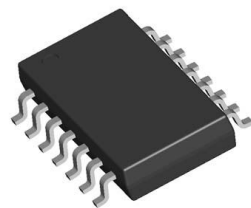

图1-42 SOJ-42封装
(1) SOP / SOIC封装 SOP是英文Small Outline Package的缩写，即小外形封装。SOP封装技术由飞利浦公司开发成功，以后逐渐派生出SOJ（J型引脚小外形封装）、TSOP（薄小外形封装）、VSOP（甚小外形封装）、SSOP（缩小型SOP）、TSSOP（薄的缩小型SOP）、SOT（小外形晶体管）及SOIC（小外形集成电路）等。以SOJ封装为例，SOJ-14封装如图1-42所示。